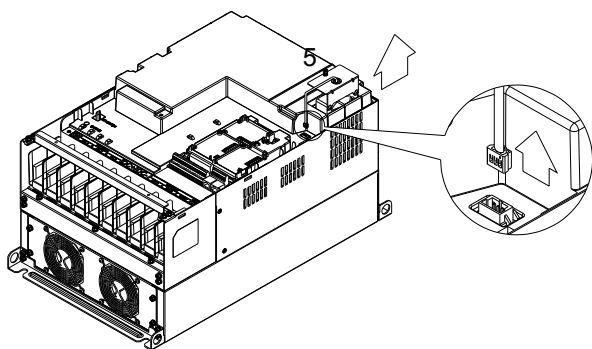

Рис. 3
3. (Рис. 3) Выкрутите винт 5 и отсоедините разъем вентилятора. Усилие откручивания: 10~12 кг\*см (8.6~10.4in-lbf).